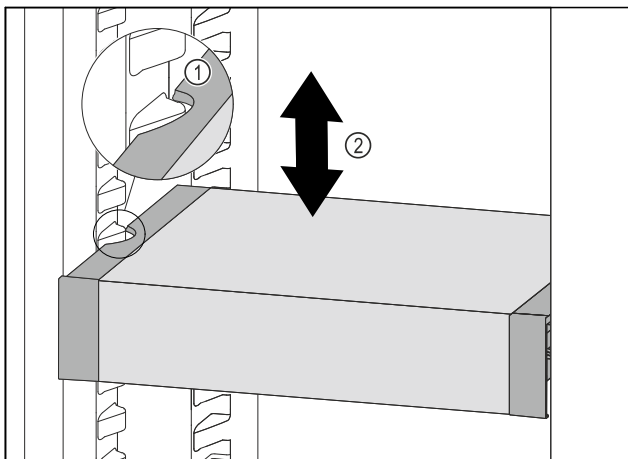

Fig. 93
- ▶ Trageți în față VarioSafe, până când degajările laterale ale VarioSafe se află la înălțimea nervurii recipientului din frigider. Fig. 93 (1)
- ▶ Mișcați în sus sau în jos VarioSafe în frigider, până când este atinsă înălțimea dorită. Fig. 93 (2)